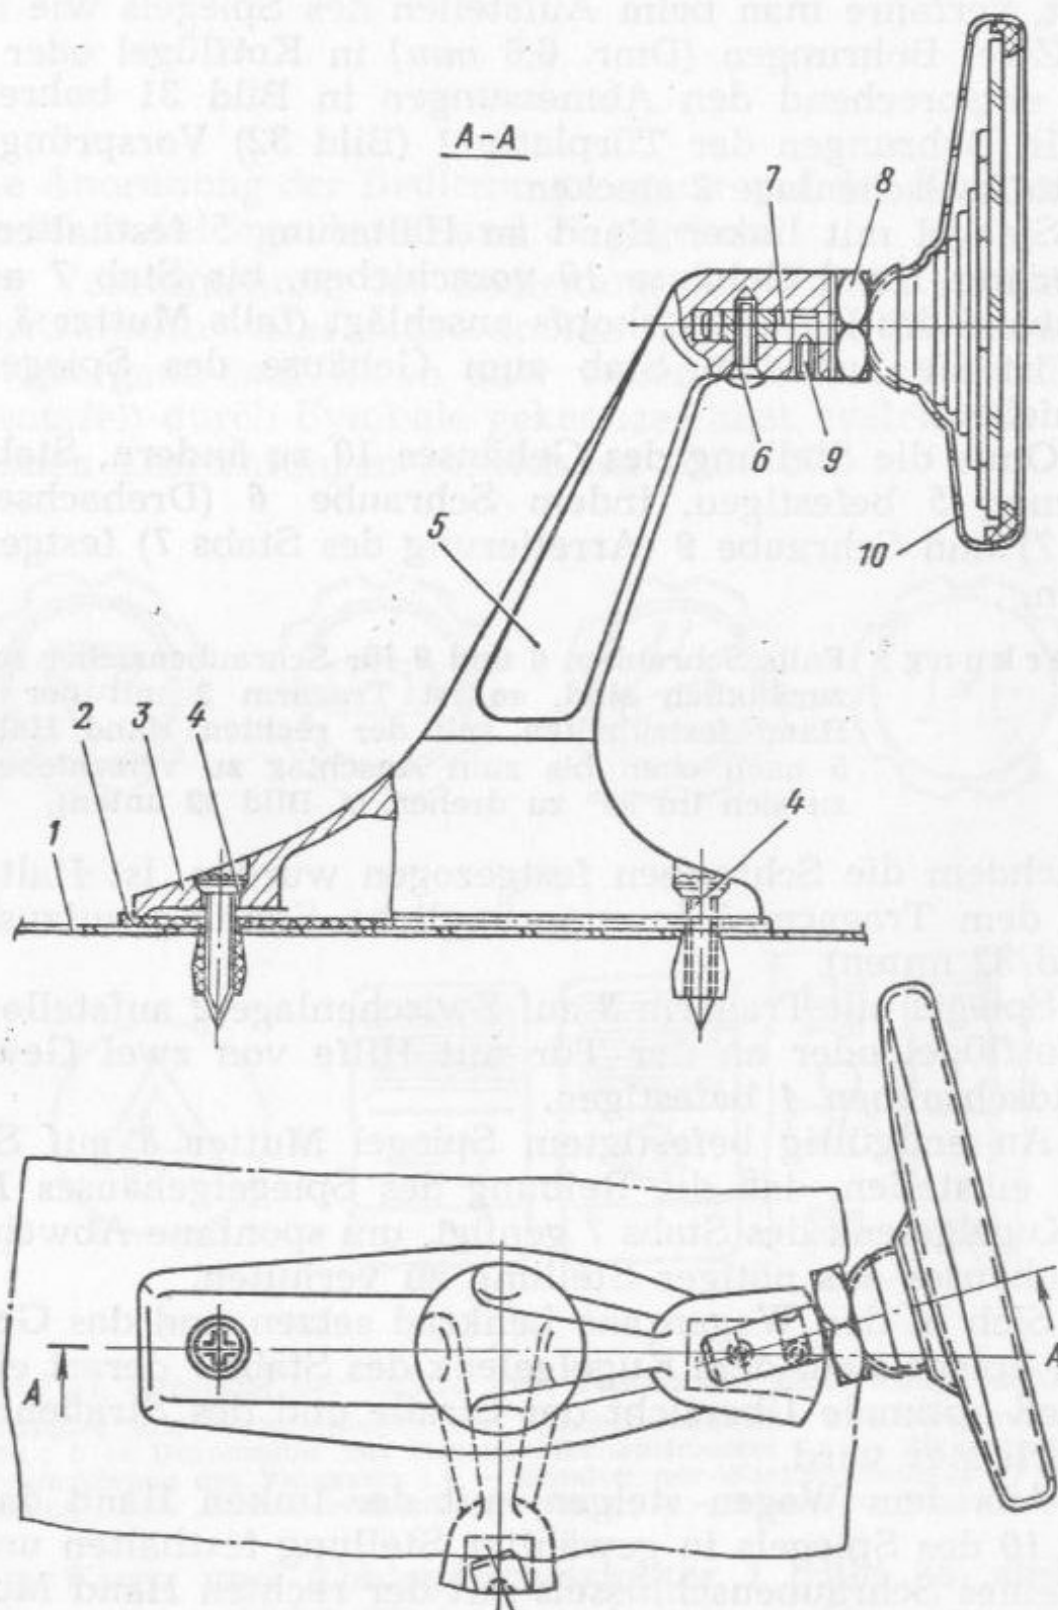

Bild 32. Außenspiegel mit Befestigungsteilen (Bezeichnung der Positionen siehe im Text)
2. In Bohrungen der Türplatte 1 (Bild 32) Vorsprünge der Plaststoffzwischenlage 2 stecken.
Anmerkung: Falls Schrauben 6 und 9 für Schraubenzieher schlecht zugänglich sind, so ist Tragarm 3 mit der linken Hand festzuhalten, mit der rechten Hand Halterung 5 nach oben bis zum Anschlag zu verschieben und zu sich im 90° zu drehen (s. Bild 32 unten).
Nachdem die Schrauben festgezogen wurden, ist Halterung 5 auf dem Tragarm 3 in ursprüngliche Stellung aufzustellen (s. Bild 32 unten).